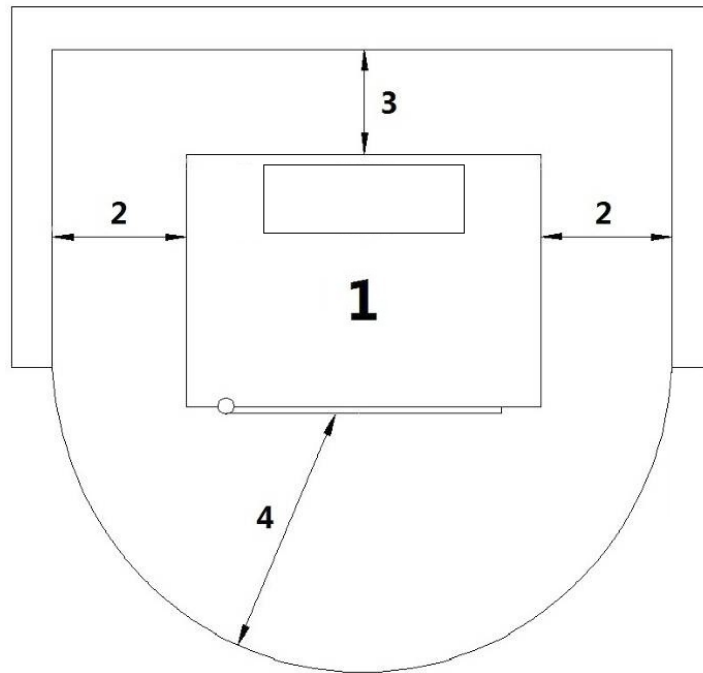

Fig. 13 - Algemene installatie
LEGENDE	Fig. 13 op pag. 48
- Het is verplicht de kachel los van eventuele muren en/of meubels te installeren, met een minimale luchtdoorgang van 200 mm rondom de zijkanten en van 200 mm aan de achterkant, om een doeltreffende koeling van het apparaat mogelijk te maken, alsmede een goede verspreiding van de warmte in het vertrek (zie Fig. 13 op pag. 48).
- Voor de veiligheidsvoorschriften op het gebied van de brandpreventie moeten de afstanden ten opzichte van ontvlambare of hittegevoelige objecten in acht genomen worden (banken, meubels, houten bekleding, enz...), zoals vermeld wordt Fig. 13 op pag. 48.
- Als de wanden van ontvlambaar materiaal zijn, controleer dan de veiligheidsafstanden (zie Fig. 13 op pag. 48).